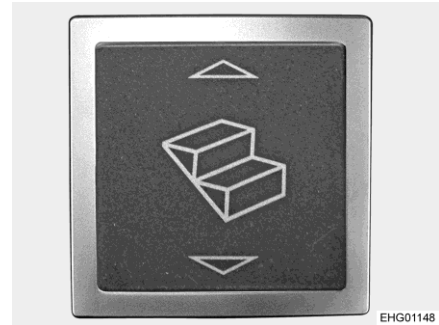

Bild 6 Vippknapp för fotsteg
- Tryck på vippknappen (Bild 6) vid ingångsområdet. Fotsteget åker ut horisontellt.